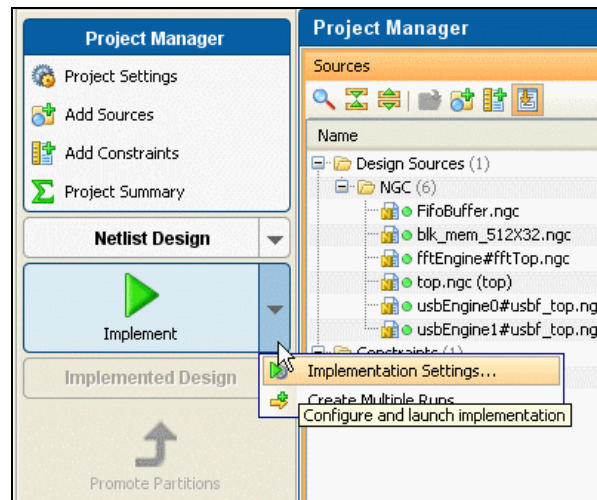

図 13-2： インプリメンテーション設定
1. 図 13-2 のように、Flow Navigator で [Implement] ボタンの横にあるプルダウン メニューから [Implementation Settings] を選択します。